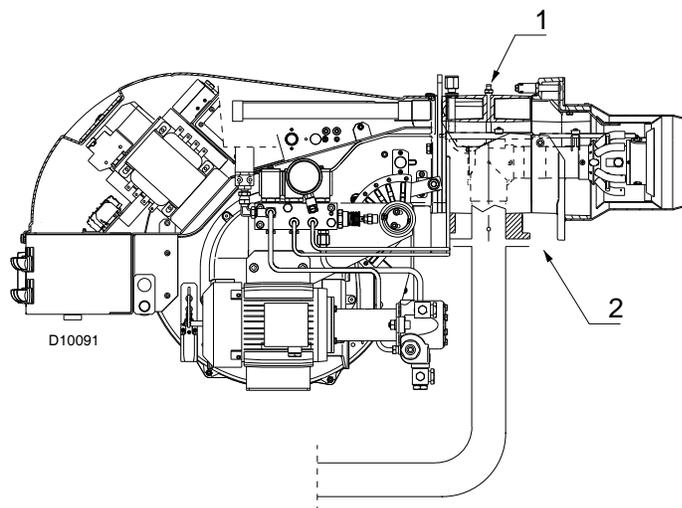

Fig. 25
La presión del colector se mide en el punto de prueba 1)(Fig. 25), con:
- reste la presión de la cámara de combustión de la presión de gas medida en la toma 1)(Fig. 25).
- Presión de gas en el punto de prueba 1)(Fig. 25) = 4,41" CA